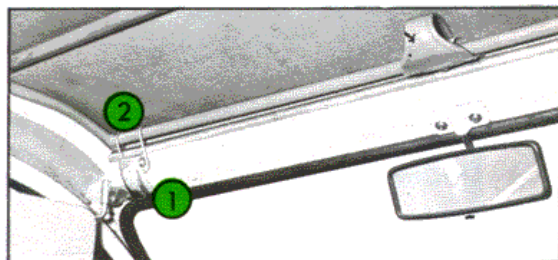

Fig. 31 Ouverture avant de la capote
Fig. 31 à 33
- Le verrouiller au moyen des crochets de maintien (**Rep. 2**, Fig. 31).